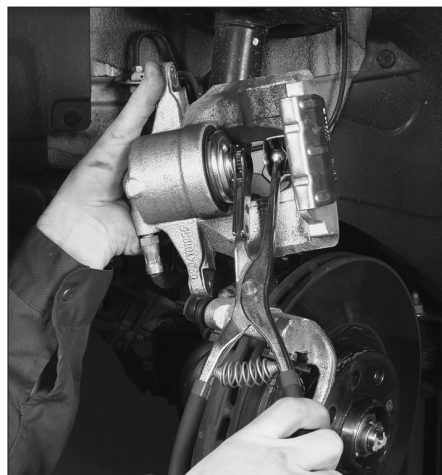

Fig. 3
- les plaquettes (3),
- les agrafes (4).
- Repousser le piston à l'aide d'un outil approprié (Fig.3).